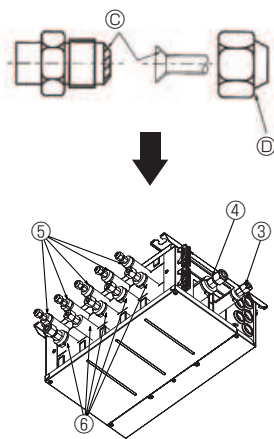

Fig. 7-2
③ Appliquer de l'huile réfrigérante sur toute la surface évasée (Fig. 7-2).
④ Utiliser en principe des écrous évasés adaptés (les écrous évasés en vente dans le commerce peuvent se briser).